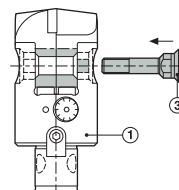
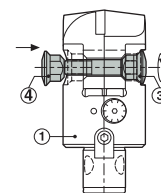

рис. 3
рис. 4
Вставьте центральный винт (3) и гайку (4), убедившись что их зажимные плоскости соответствуют плоскостям головки (рис. 3 и рис. 4).